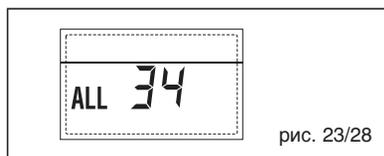

рис. 23/28
**– НЕПОЛАДКА СВЯЗИ ПЛАТЫ RS-485 И ПЛАТЫ RS-485 “ТРЕВ. 35” (рис. 23/29)**